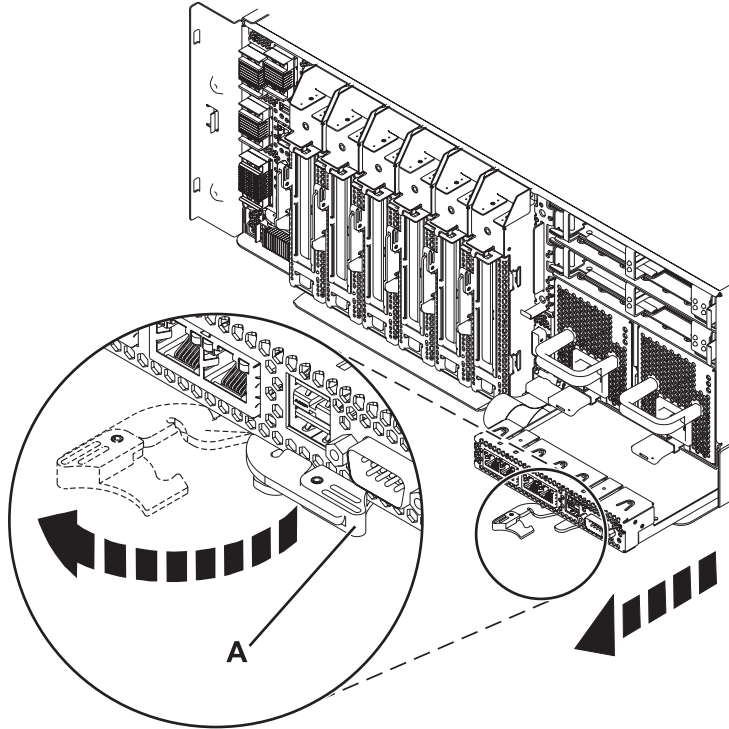

Figure 1. Retrait d'une carte Ethernet hôte - Modèle 17M/MB ou 79M/HB
5. Repérez la carte Ethernet à retirer, comme indiqué dans la Figure 1.